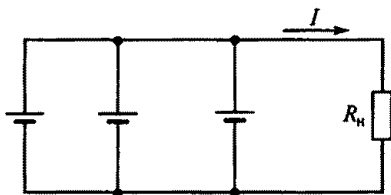

Рис. 7
1.14. Какой будет ток I в цепи батареи, образованной параллельным соединением трех одинаковых гальванических элементов (рис. 7) и питающей нагрузки с сопротивлением $R_n = 14$ Ом, если ЭДС каждого гальванического элемента $E = 1,5$ В, а внутреннее сопротивление $R_0 = 3$ Ом?